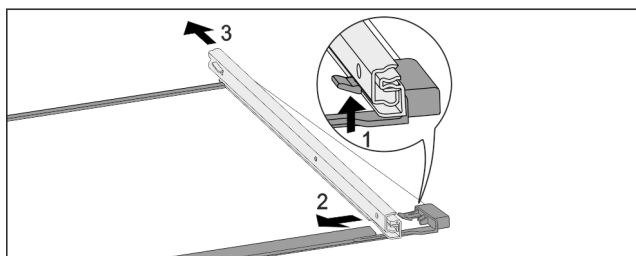

Fig. 253 Скляна пластина з рейками
- ▶ Натиснути передній гачок-фіксатор вгору. Fig. 253 (1)
- ▶ Виштовхніть виїзну рейку в сторону Fig. 253 (2) та назад Fig. 253 (3).